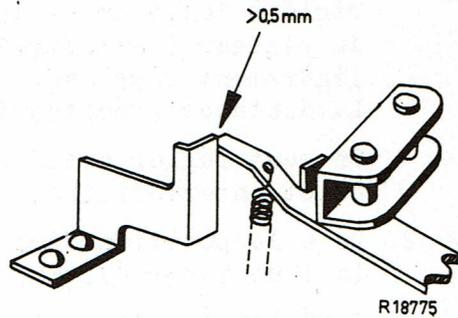

Fig.7
10. Dans la position de reproduction la roue intermédiaire doit être située 0,5 mm. minimum librement de l'équerre d'arrêt sur la plaque de montage (voir la fig.7).